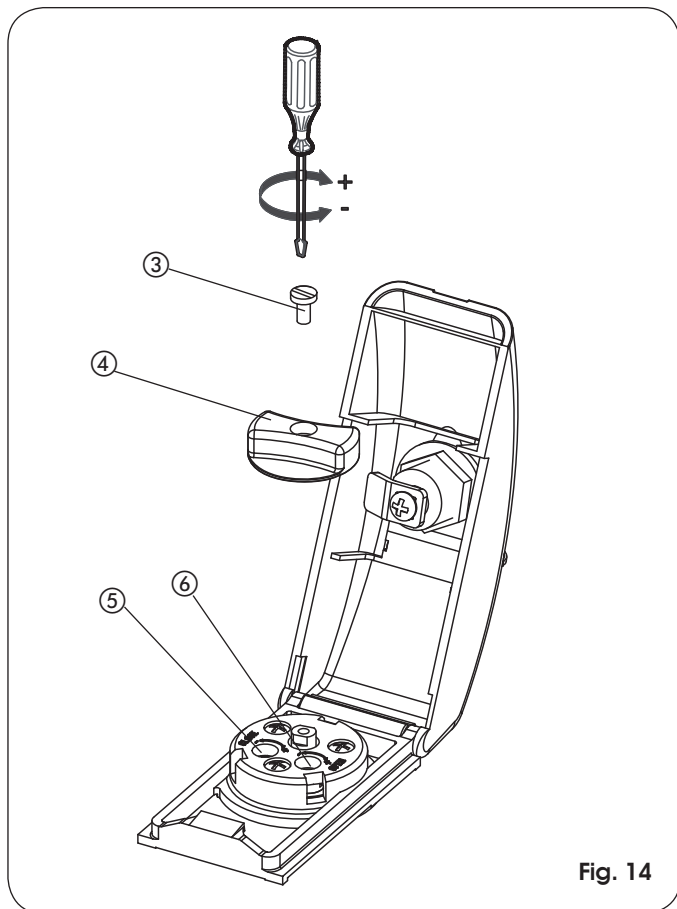

Fig. 14
- Levantar a cobertura (Fig. 14).
- Desaparafusar o parafuso (Fig. 14, ref. ③) que fixa a maçaneta, e tirar a própria maçaneta (Fig. 14, ref. ④).
- Atuar nos parafusos de regulagem da força (By Pass) (Fig. 14, ref. ⑤ e ⑥) presentes no operador.
- No fim da regulagem reposicionar a maçaneta (Fig. 14, ref. ④) aparafusando novamente o parafuso (Fig. 14, ref. ③).